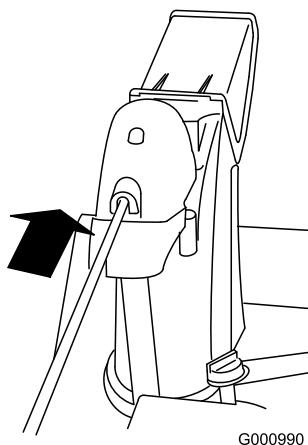

Figura 10
- Inserite l'estremità anteriore dell'asta nell'apertura sul retro del coperchio ingranaggi del camino di scarico, finché non s'inserirà negli ingranaggi (Figura 10).